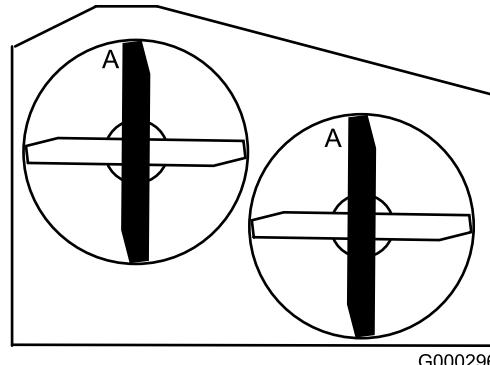

Figura 88
3. Con la máquina ubicada en una superficie nivelada, coloque una cuchilla en posición longitudinal. Mida en la posición A desde una superficie nivelada hasta el filo de corte de los extremos de la cuchilla (Figura 87). Para las plataformas de cortacésped de 36 pulgadas, consulte la Figura 88.